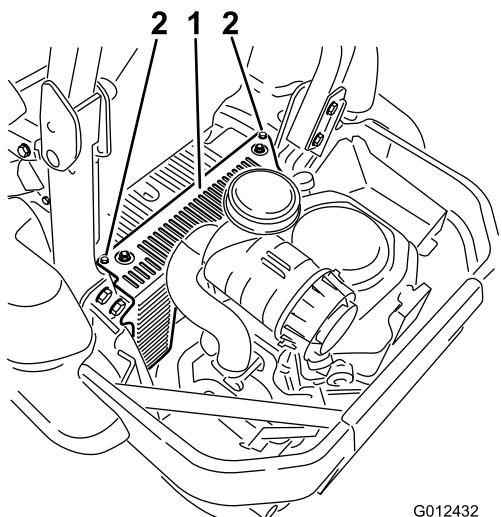

Figura 53
3. Rimuovete la copertura dell'unità idraulica e i relativi 2 bulloni (Figura 53). Questa operazione vi garantisce accesso alla candela anteriore.
Montate la copertura dell'unità idraulica (Figura 53).